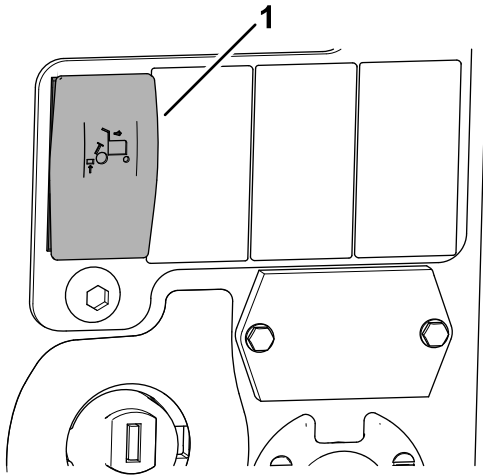

Figure 38
1. Placez l'interrupteur de limitation de levée automatique en marche arrière en position ACTIVÉE (Figure 38).
4. Pour désactiver la fonction de limitation de levée automatique en marche arrière, placez l'interrupteur en position DÉSACTIVÉE (Figure 38).